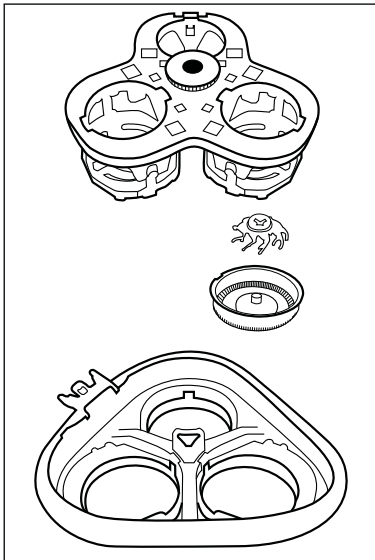

Bild 1
- 3) Tryck ner den svarta kuggkranen en aning och vrid den försiktigt motsols tills det går att ta av skärhuvudenas hållare (se bild 1).
- 5) Sätt ihop skärenheten **2** igen. Gå till väga som på bild 1: